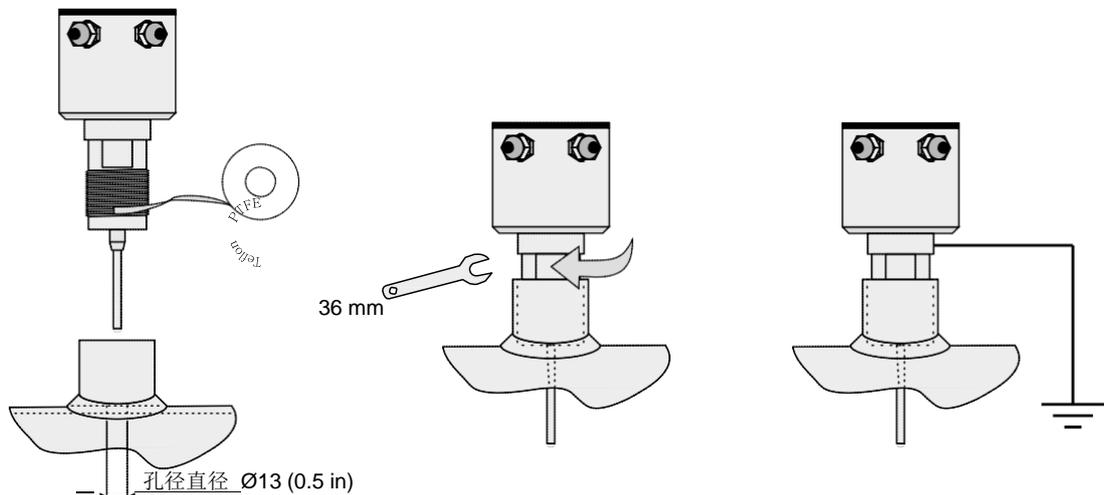

图 2
按照图 2 所示进行安装。
- 在接通电源之前，通过外壳上的接地螺钉（见图 2）对装置接地（至少 4mm^2 ）